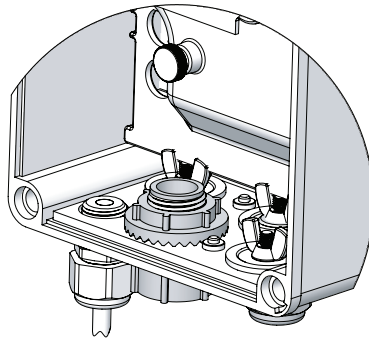

Figura 5: Conexión de puesta a tierra
3. Extraer los tapones apropiados de los agujeros de la placa de unión. Los dos que hay cerca de la parte posterior están pensados para uso con alta tensión. Usar hardware de conexión apropiado para asegurar la conexión de puesta a tierra en la placa de unión metálica. (véase la Figura 5)